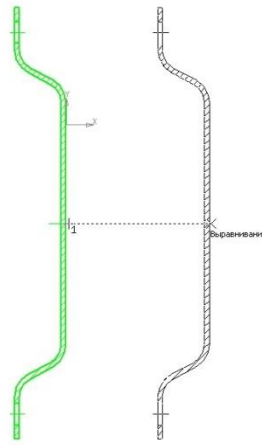

Рисунок 7 — Копіювання об'єктів
- після вказання базової точки перемістіть курсор вправо. Зафіксуйте копію (рисунок 7).